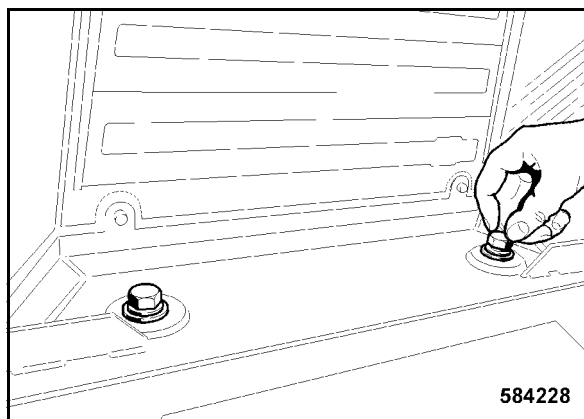

Fig. 244
- Volver a soltar ambos tornillos de fijación (Fig. 244) en la zona trasera de la cabina.
- Apretar ambos tornillos de fijación (Fig. 244) en la zona trasera de la cabina con 578 Nm.